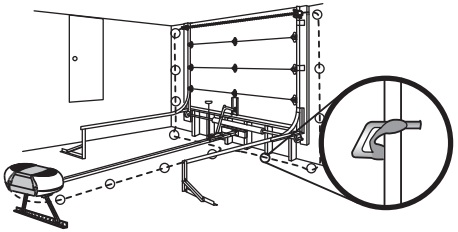

Figura 6
1. Instale los cables desde los sensores hasta el abre-puertas. Fije los cables a la pared y el techo con broches (Figura 6).